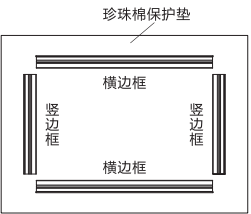

图1
- 将珍珠棉保护垫平铺在准备安装的平整地面上，然后将横竖边框背面向上，摆放成矩形。（见图1）